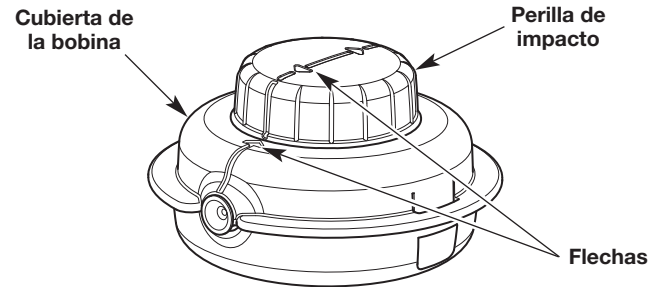

Fig. 19
3. Gire la perilla de impacto para alinear las flechas de la perilla con las flechas de la cubierta de la bobina (Fig. 19).